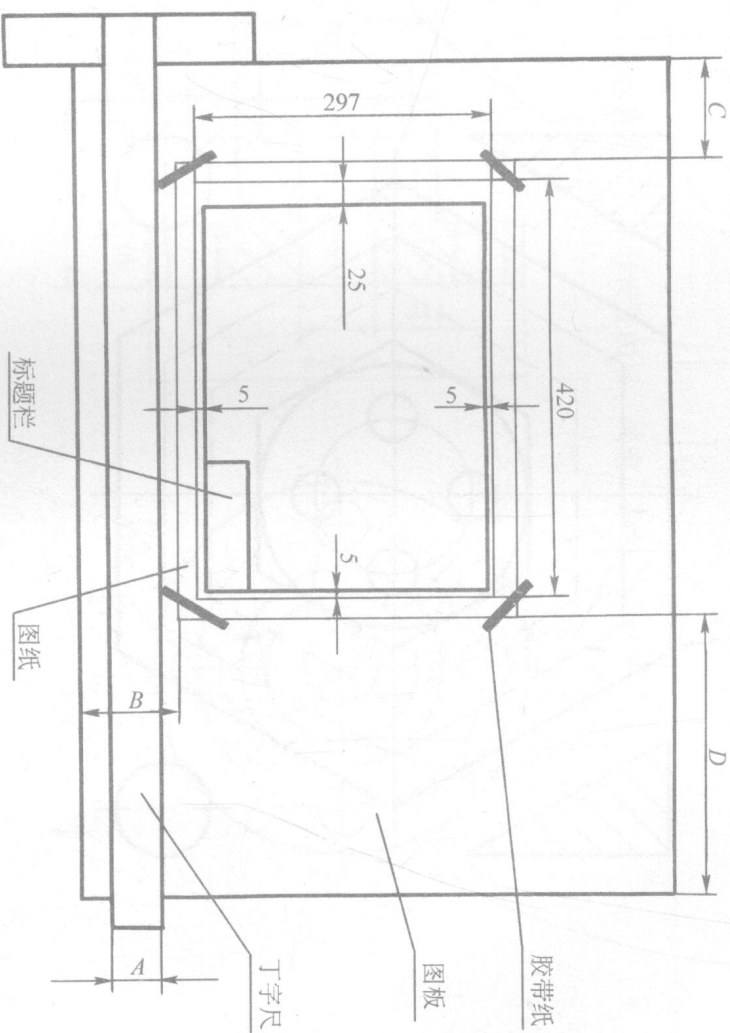

图1
- 1) 将图纸用透明胶纸固定在图板上。为了便于丁字尺的使用,图纸的位置如图1所示, $B > A$ (图纸下边所留距离应大于丁字尺的宽度)、 $D > C$ (图纸距图板右边的距离大于距左边的距离)。在图纸上用细线画出标准图幅,用粗实线画出图框线,在图框的右下角画出标题栏。